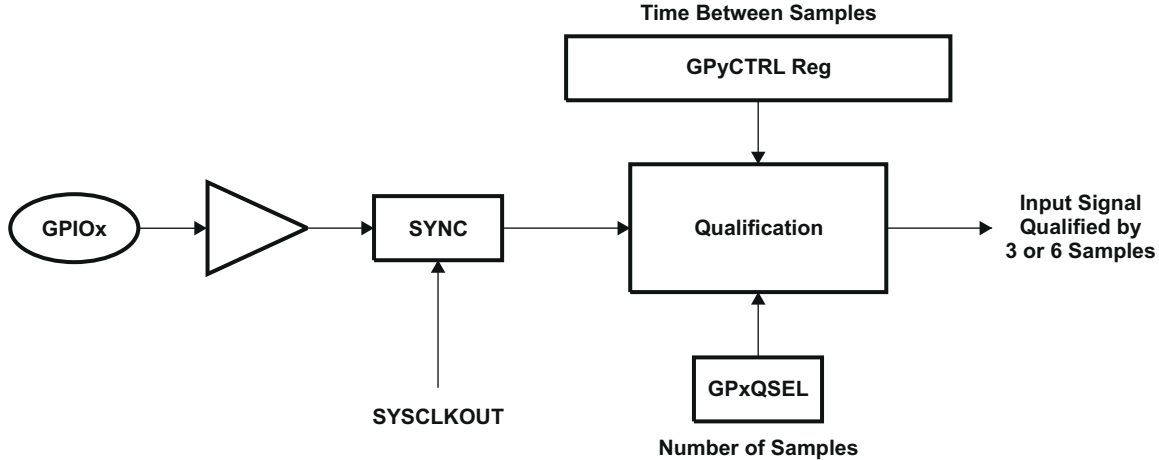

图 8-19. 使用采样窗口的限定：
- 采样周期由 GPxCTRL 寄存器内的 QUALPRD 位指定并且可在一组 8 个信号中进行配置。它为采样输入信号指定了多个 SYSCLKOUT 周期。采样窗口为 3 个样本或 6 个样本宽，只有当所有样本如图 8-19 (6 样本模式) 所示全部相同 (全为 0 或全为 1) 时，输出才会发生变化。